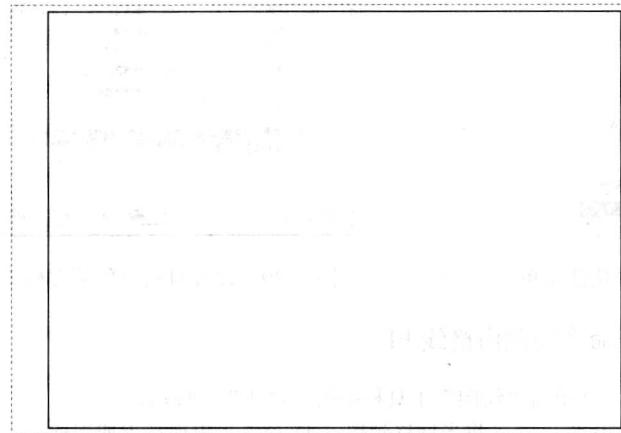

图 1-36 绘制图框
3. 单击“缩放”工具栏中的“全部缩放”按钮，或在命令行中输入 Z 并按〈Enter〉键，或输入 A 并按〈Enter〉键，将图形全部显示，如图 1-36 所示。